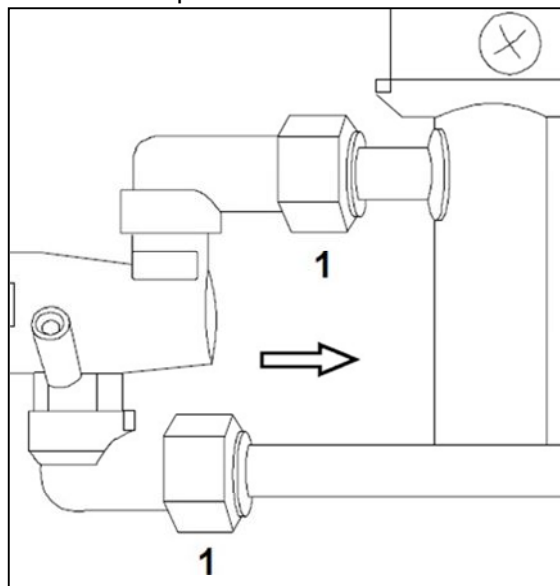

FIG.19
- Rimuovere la valvola dai raccordi di giunzione ai tubi gas (FIG.19-Rif.1).